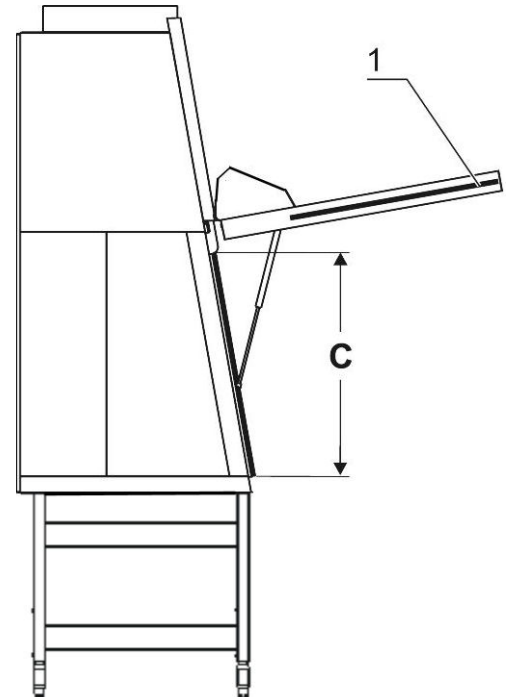

Fig. 6a
- **Fig. 6a:** La trampilla frontal de apertura manual [2] permite acceder a todo lo ancho del recinto de pruebas y hasta una altura **C**. Generalmente se usa para descontaminar y para preparar medios auxiliares de gran volumen.